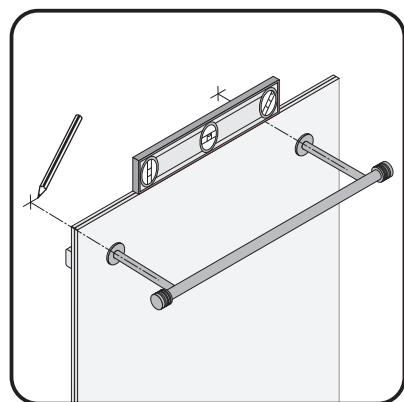

Рис. 19
4.14. Приложите дизайн-радиатор шпильками к стене. При помощи строительного уровня установите правильное положение дизайн-радиатора (рис. 19).
4.15. Зафиксирував дизайн-радиатор в правильном положении, сделайте метки грифельным карандашом (рис. 19).